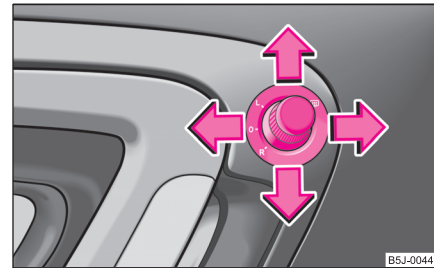

Abb. 47 Türinnenteil: Drehknopf
- Stellen Sie den Drehknopf in die Position (B) ⇒ Abb. 47. ▶